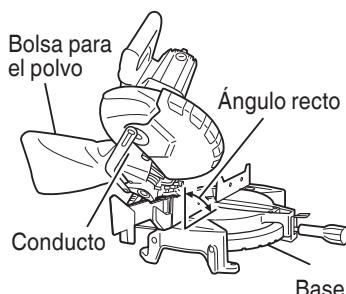

Fig. 27
- (1) Cuando la bolsa para el polvo esté llena de polvo, dicho polvo saldrá soplado de la bolsa para el polvo cuando gire la hoja de sierra. Compruebe periódicamente y vacíe la bolsa para el polvo antes de que se llene.
- (2) Durante el corte en bisel y compuesto, fije la bolsa para el polvo en ángulo recto con relación a la superficie de la base como se muestra en la Fig. 27.